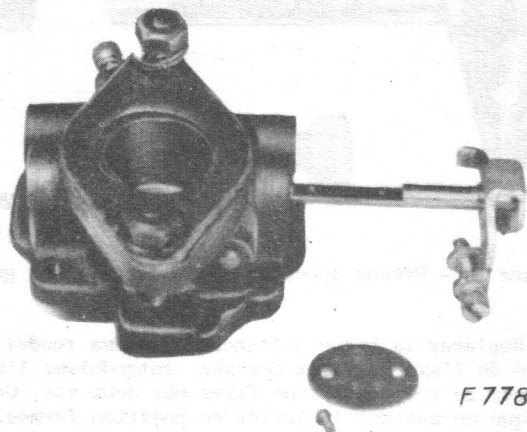

Figure 6 - Démontage de l'axe du papillon des gaz.
4. Pour retirer l'axe du papillon des gaz, enlevez les vis de fixation et sortez le papillon (voyez la figure 6).